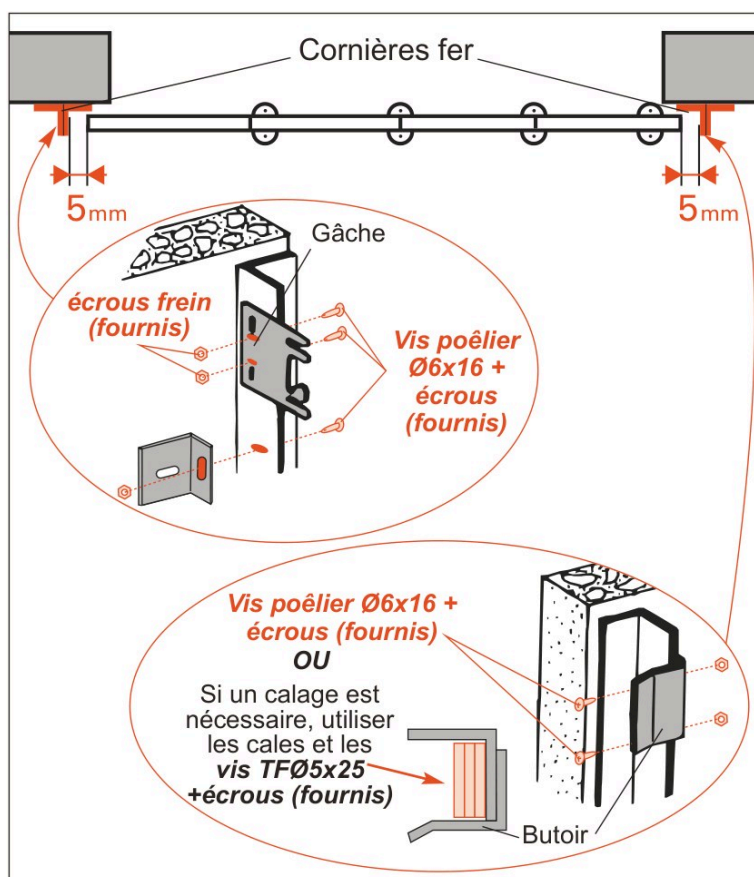

Figure 16 — Pose en applique : les deux cornières à 5 mm des bouts de la porte, la gâche du côté du portillon, le butoir et son calage du côté opposé
1. Présentez les deux cornières de côté avec leurs équerres de fixation : **5 mm** entre chaque cornière et le bout de la porte (figure 16).